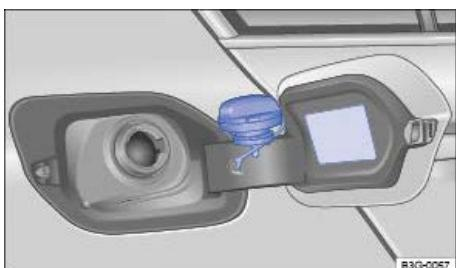

Abb. 253 Geöffnete Tankklappe mit aufgestecktem Tankverschluss.
- Tankverschluss entgegen dem Uhrzeigersinn herausdrehen und in die vorgesehene Öffnung am Scharnier der Tankklappe stecken ⇒ Abb. 253.
Die richtige Kraftstoffsorte für das Fahrzeug steht auf einem Aufkleber auf der Innenseite der Tankklappe ⇒ Abb. 253.